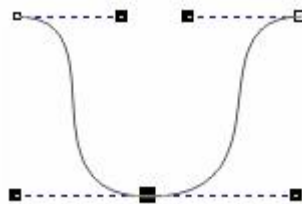

Рис. 1.4. Построение линейной размерной схемы
2. Выберите в наборе инструментов инструмент Dimension (Размерные линии) и щелкните на панели атрибутов на кнопке горизонтального размера. Начнем построение горизонтальной размерной схемы с задания управляющих параметров на панели атрибутов. Установите тип измерения Decimal (Десятичный), в качестве единиц измерения выберите миллиметры и запретите включение обозначения единиц в размерную надпись. Точность отображения выберите равной двум разрядам после запятой. Переместите указатель инструмента на левый нижний угол шестиугольника и, добившись, чтобы точка присоединения обозначилась цветным маркером (рис. 1.4, а), щелкните кнопкой мыши.
3. Переместите указатель инструмента на правый нижний угол шестиугольника и точно таким же образом зафиксируйте точку присоединения второй выносной линии размерной схемы (рис. 1.4, б).
строенную размерную схему, а только текст (рис. 1.4, в). В строке состояния появится сообщение Control Text... (Управляющий текст...). Таким образом, шестиугольник является управляющим объектом для всех присоединенных к нему размерных схем, а текст размерной надписи является управляющим объектом для одной размерной схемы — той, в состав которой он входит. Перетащите инструментом Pick (Выбор) текст размерной надписи влево и вниз, следя за тем, как перемещение управляющего объекта изменяет форму составного объекта. Возвратите размерную надпись в исходное положение (рис. 1.4, г).